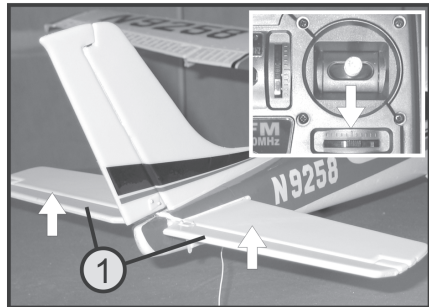

Bild 16b
- Wenn Sie den rechten Steuerknüppel am Sender (siehe Bild 2, Pos. 4) nach unten ziehen, muss die Höhenruderklappe (1) ca. 1 cm nach oben ausschlagen, siehe Bild 16b.